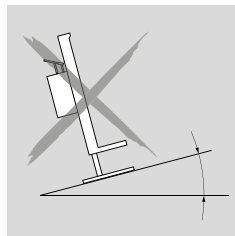

Abb. 4.1
- Auf Standsicherheit achten. Nur auf sicherem, waagerechten sowie rutschfestem Untergrund einsetzen (Abb. 4.1). Erforderlichenfalls geeignete Unterlagen verwenden.